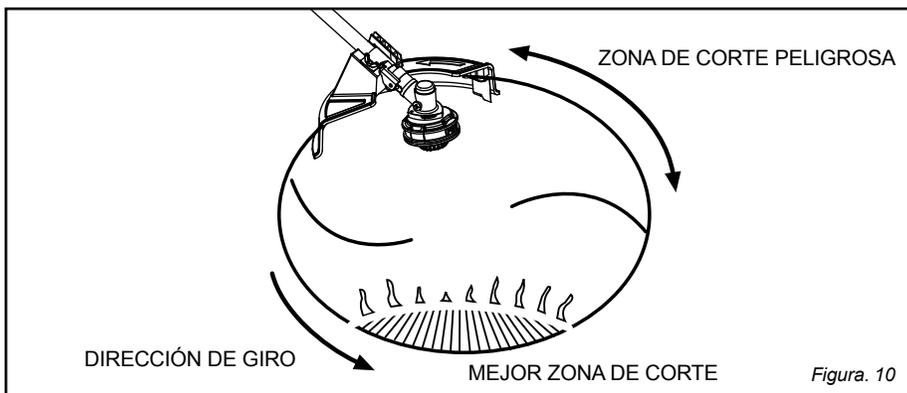

Figura. 10
CORTAR PUNTAS Véase la Figura 10.
- La recortadora corta al pasar el aparato de derecha a izquierda. Esto evitará que se arrojen desechos al operador. Evite cortar en la zona peligrosa mostrada en la figura 10.